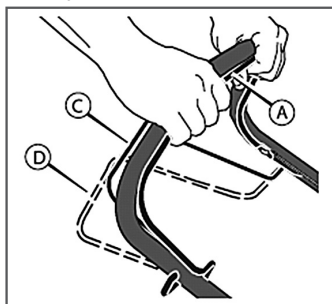

Рис. 13 Положение рычагов остановки двигателя и привода хода
1. Удерживайте рычаг остановки двигателя А в нажатом положении (Рис. 13). Запустите двигатель.
2. Переместите рычаг привода С (Рис. 13) полностью вперед. Теперь система привода включена, и газонокосилка начнет двигаться вперед.
Для выключения только системы привода, отпустите рычаг привода С (Рис. 13). В выключенном положении D (Рис. 13), газонокосилка прекратит движение вперед, но двигатель будет продолжать работать, а нож вращаться.
Для выключения системы привода и для остановки работы двигателя, полностью отпустите рычаги остановки двигателя А и привода хода С (Рис. 13).